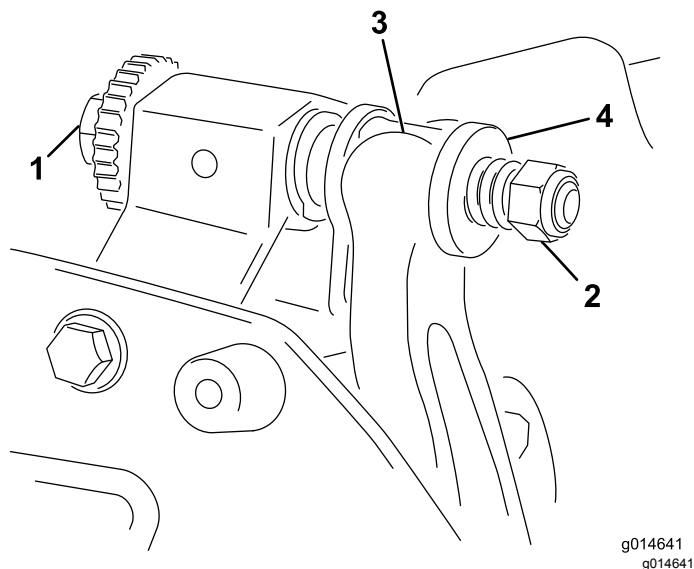

Figure 19
1. Tournez la vis de réglage de la barre d'appui dans le sens antihoraire pour éloigner la contre-lame du cylindre (Figure 19).
2. Faites sortir l'écrou de tension du ressort jusqu'à ce que la rondelle ne soit plus tendue contre la barre d'appui (Figure 19).